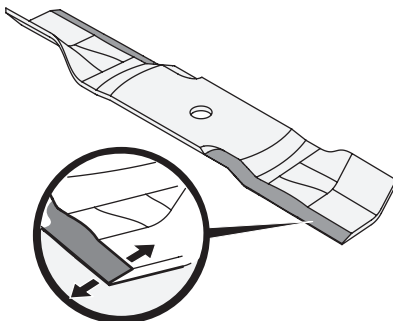

Figura 23
3. Para afilar las cuchillas de corte de forma adecuada, extraiga cantidades iguales de metal de ambos extremos de las cuchillas a lo largo de los bordes cortantes, de forma paralela al borde de caída, a un ángulo de 25° a 30°. Afile siempre cada borde de las cuchillas de corte de forma pareja para mantener un centrado adecuado entre las mismas. Consulte la Figura 23.